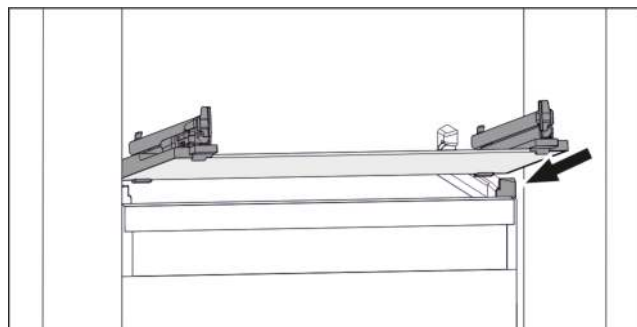

Fig. 141 Beispielhafte Darstellung der Glasplatte
- Glasplatte schräg hinter den Stopperrn aufsetzen. (siehe Fig. 141)